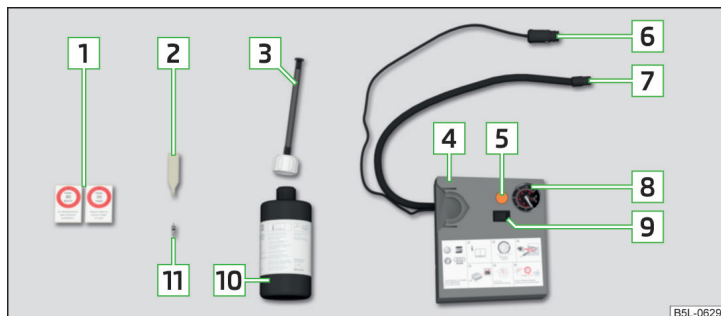

Fig. 187 Descripción del kit de averías
- Introducir el atornillador de inserto de válvula **2** » fig. 187 de la pág. 162 sobre el inserto de válvula de la manera que el inserto de válvula cabe en la ranura del atornillador de inserto de válvula.
- Agitar fuertemente y varias veces la botella **10** » fig. 187 de la pág. 162.
- Enrosque fija la manguera de llenado del neumático [7] » fig. 187 de la pág. 162 sobre la válvula del neumático.
- Pegue la etiqueta adhesiva correspondiente [1] » fig. 187 de la pág. 162 sobre el tablero de instrumentos en el campo visual del conductor.